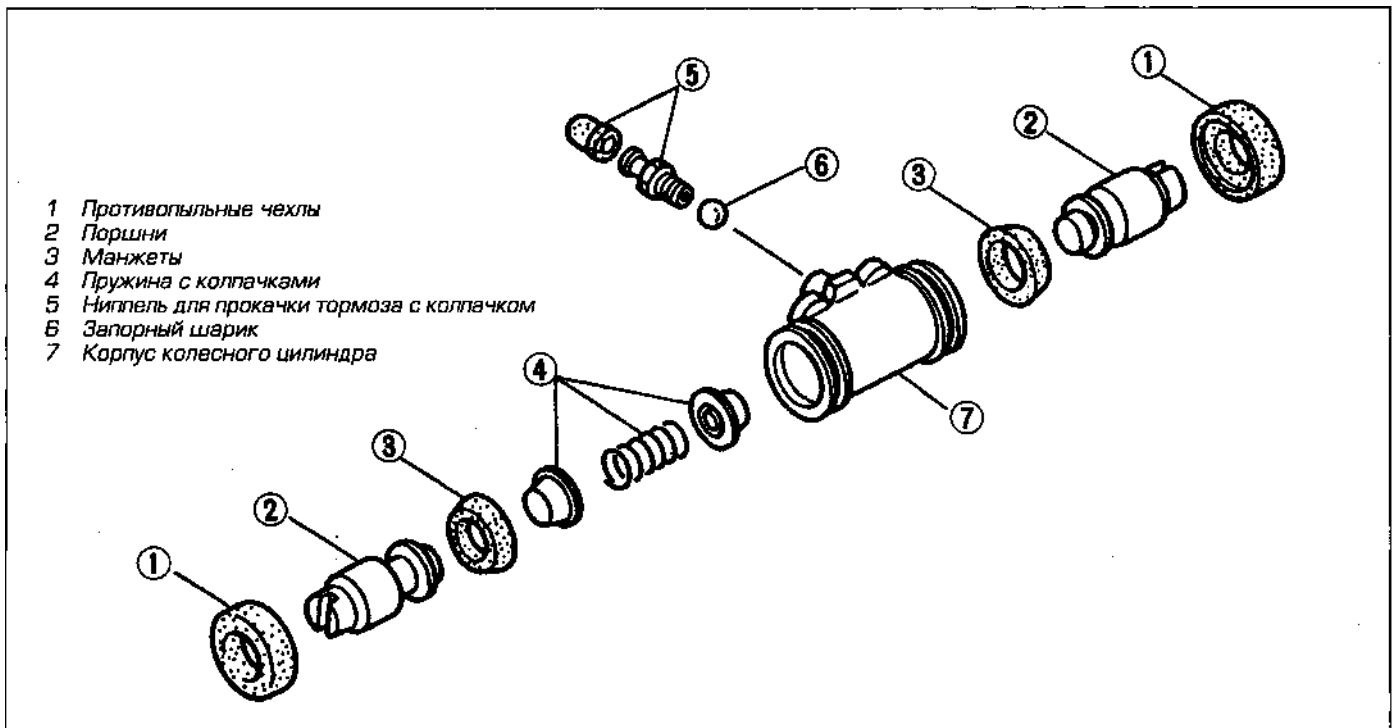

Рис. 7.7. Детали колесного тормозного цилиндра
- 7 Отверните ниппель для прокачки тормоза, снимите чехлы, извлеките из цилиндра манжеты, поршни, пружину и колпачки (см. рис. 7.7).